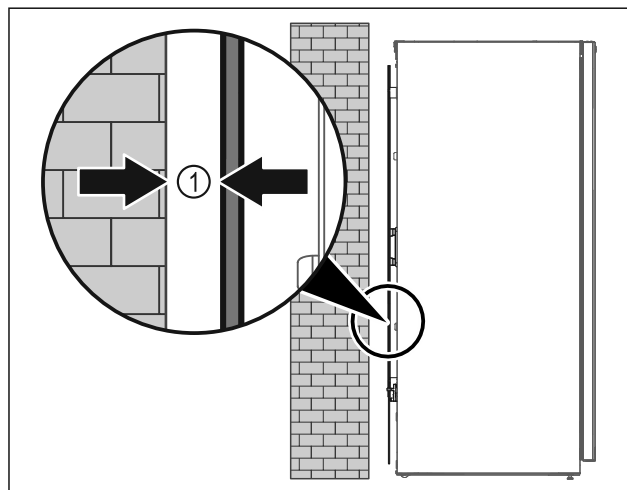

Fig. 10
- ▶ Opstil apparatet enten frit i rummet eller direkte på en væg med en mindsteafstand på 5 mm Fig. 10 (1).